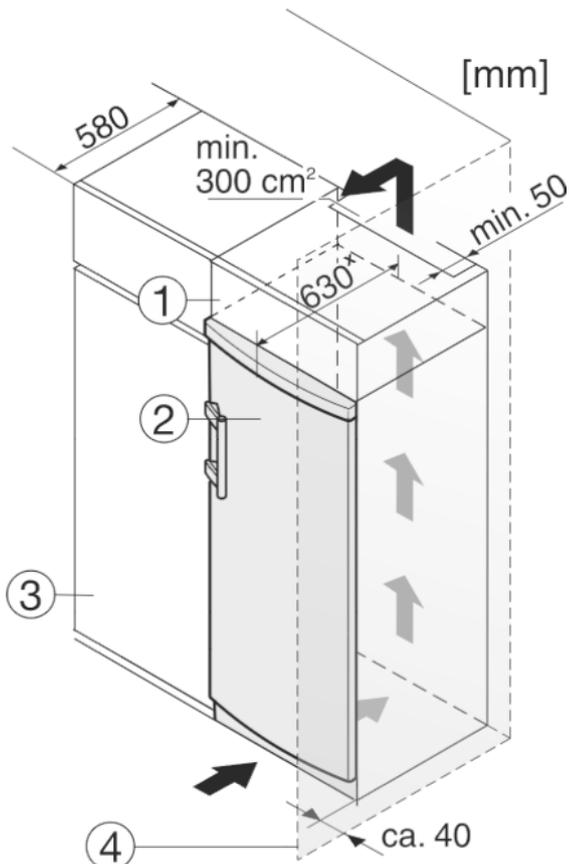

Fig. 9
Устройство может быть окружено кухонными шкафами. Чтобы уравнивать устройство *Fig. 9 (2)* по высоте с кухонной стенкой, можно установить над устройством дополнительный шкафчик *Fig. 9 (1)*.
При комбинировании с кухонными шкафами (глубина макс. 580 мм) устройство можно установить непосредственно рядом с кухонным шкафом *Fig. 9 (3)*. Устройство выступает сбоку на 34 мм\* и по центру на 50 мм\* относительно передней стенки кухонного шкафа.
Если устройство установлено на шарнирах у стены *Fig. 9 (4)*, то расстояние между устройством и стеной должно быть не менее 40 мм. Настолько выступает ручка при открытой дверце.